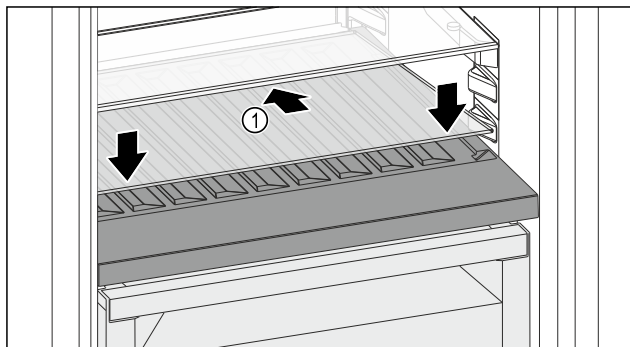

Fig. 118
- ▶ Stekleno ploščo Fig. 118 (1) namestite postrani, nagnjeno spodaj nazaj.
- ▶ Stekleno ploščo Fig. 118 (1) spustite spredaj.